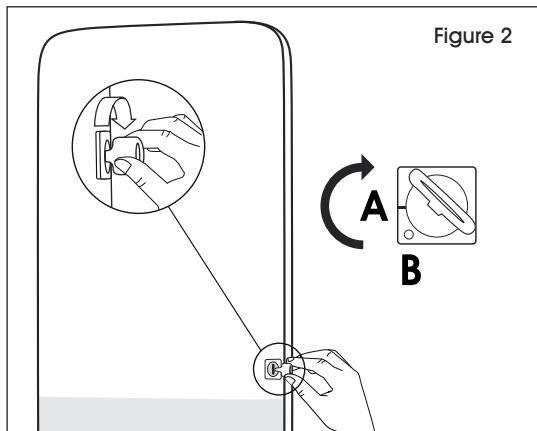

Figure 2
- Tournez et maintenez la clé dans le sens horaire pour ouvrir le distributeur. (Voir Figure 2)